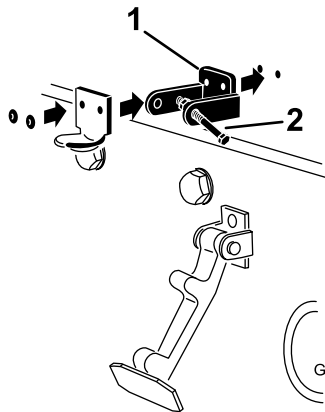

Figura 6
4. Alinee los taladros de montaje y posicione el cierre de seguridad para y el cerradero sobre el capó (Figura 6).
6. Remache el seguro de cierre, el cerradero y las arandelas al capó (Figura 6).